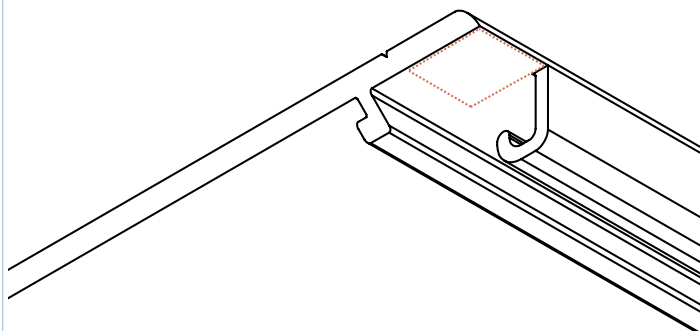

Fig.5
- NL** Werk de verstek hoeken van het afdekprofiel ③ bij [Fig. 5]
- DE** Um das Abdeckprofil ③ optimal schliessen zu können, sägen Sie bitte eine kleine Ecke von der hinteren Seite des Abdeckprofils ab. [Bild. 5]
- EN** Cut away material at the corners of the hinge cover profile ③ (see square area in Fig. 5)